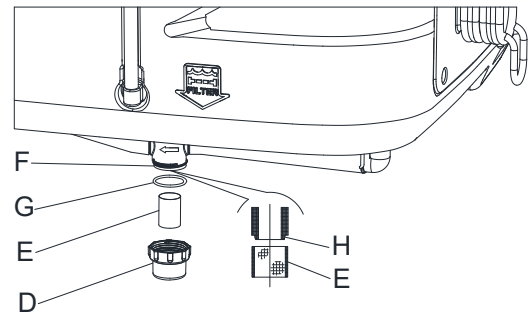

Figure 14
4. Retirez le couvercle (D, Figure 14), puis retirez la crépine du filtre (E). Les nettoyer et les remettre sur le support (F).